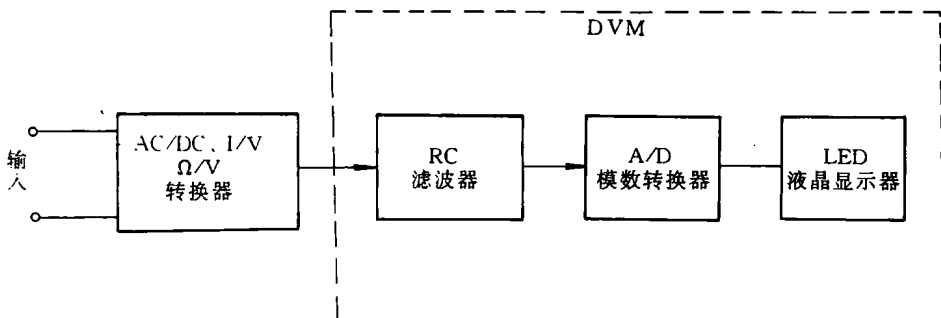

图 1—1 数字万用表组成框图
1. 电路组成 数字万用表的核心部分是直流数字电压表 DVM,由 PC 滤波器、A/D 模数转换器、LED 液晶显示器三部分组成。在直流数字电压表的基础上再增加交/直流 (AC/DC) 转换器、电流/电压 (I/V) 转换器和电阻/电压 (Ω/V) 转换器,如图 1—1 所示。